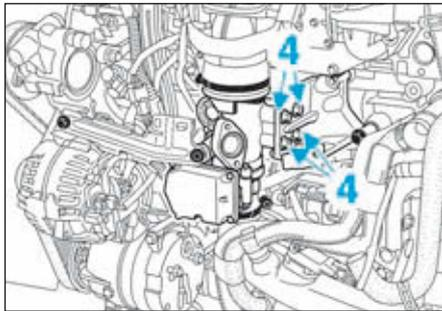

FIG.173
- Déposer les vis de fixation (4), puis l'électrovanne EGR (Fig.173).